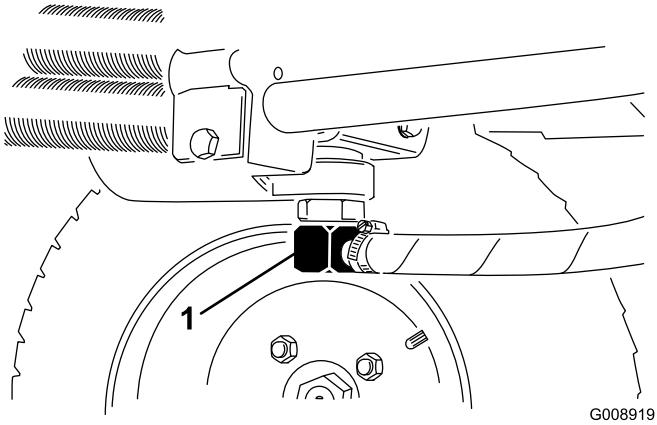

Figura 69
2. Scollegate il tubo idraulico (Figura 69) o togliete il filtro idraulico (Figura 70) e lasciate defluire il fluido idraulico in una bacinella.